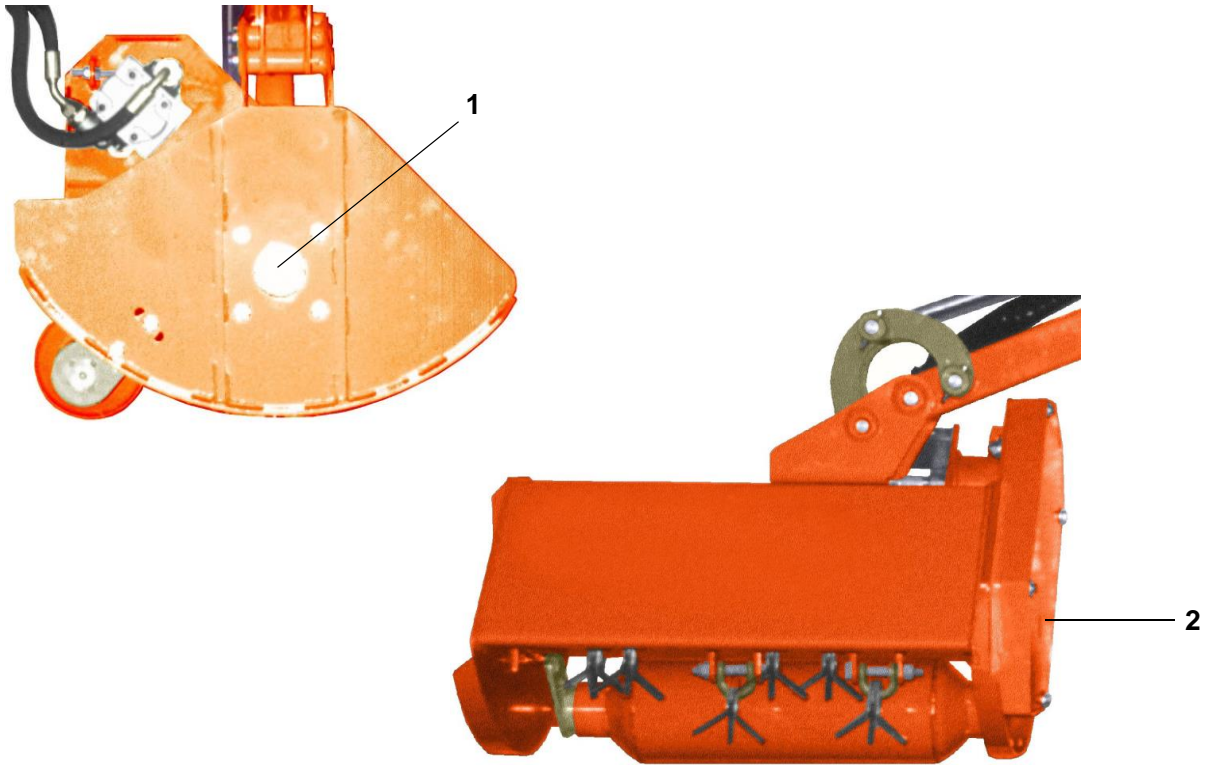

Fig. 8-3 Smörjställen
- Tryck in smörjmedlet **ROLOIL "ISOMOV-MS/2"** eller motsvarande i smörjniplarna 1 och 2 (fig. 8-3).